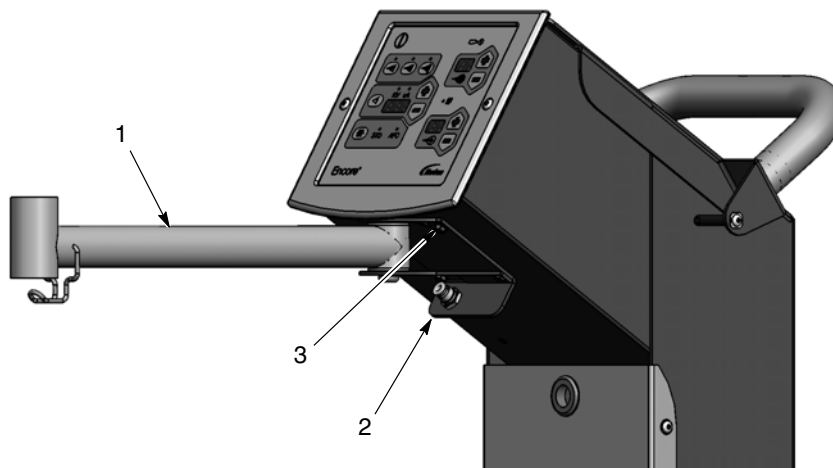

Рис. 3-5 Монтаж штанги всасывания
2. См. рис. 3-5. При помощи четырех винтов М5 х 10 с шайбами (3) смонтировать штангу всасывания, как показано на рисунке.